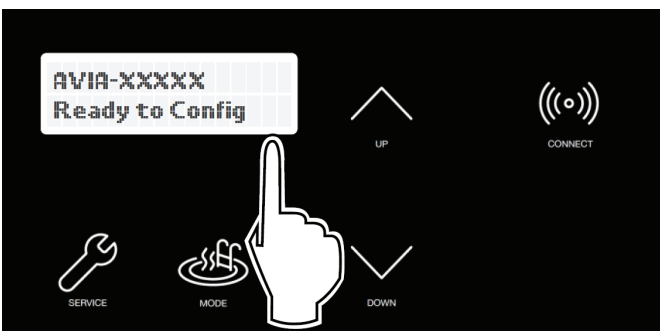

Figure 79. Wi-Fi prêt à être configuré et identifiant du réseau
- Le menu CONNECT affiche l'état de l'interface Wi-Fi, indiquant "Ready to Config", ainsi que l'identifiant du réseau, voir **Figure 79**.